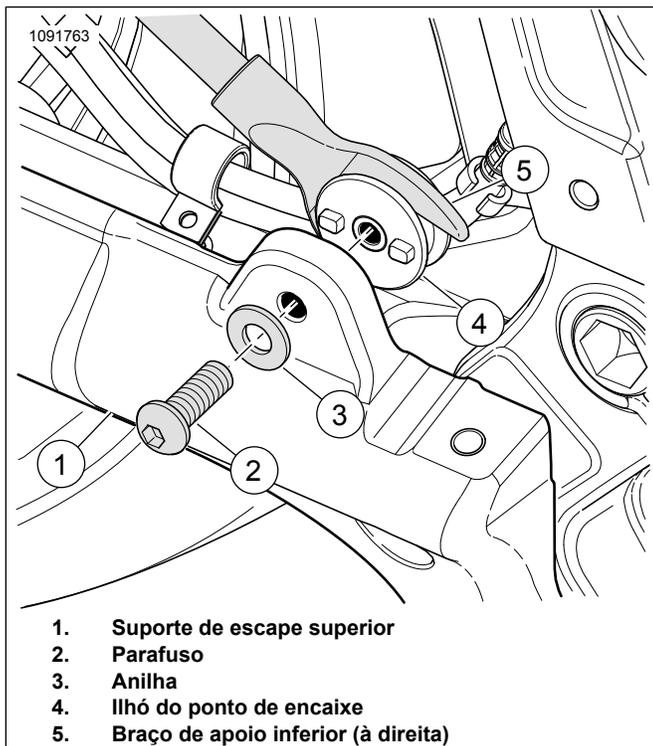

Figura 3. Montagem do encaixe (lado direito)
1. Ver Figura 3 . Instale o ilhó do ponto de encaixe do lado direito.
- a. Faça corresponder as protuberâncias do ilhó do ponto de encaixe (4) aos orifícios no suporte do sistema de escape (1).
- b. Instale a anilha (3) sobre o parafuso (2).